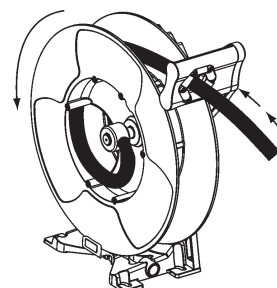

FIG 14.
4. Gently pull the hose and let it rewind (Fig. 14).
4. Dra försiktigt ut slangens tills spärren släpper och låt slangens rullas tillbaka på rullen (Fig. 14).